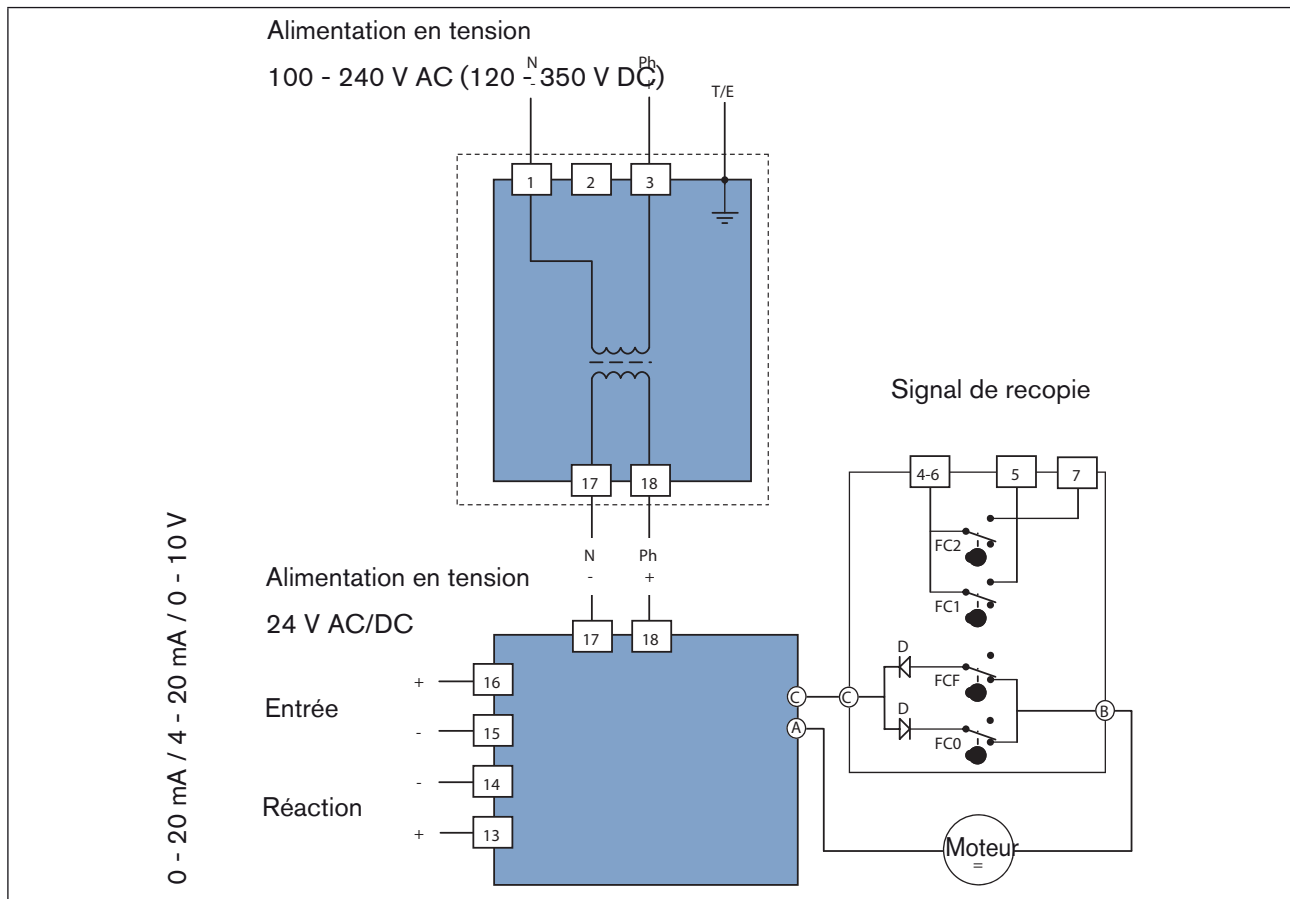

Figure 25 : Schéma électrique
→ Raccordez le câble conformément au schéma électrique (voir Fig. 25) à la borne plate pos. 14 de la carte d'alimentation en tension (voir Fig. 1/2).
→ Raccordez le câble à la borne plate 12 (voir Fig. 1/2) selon le schéma (voir Figure 25 :Schéma électrique).